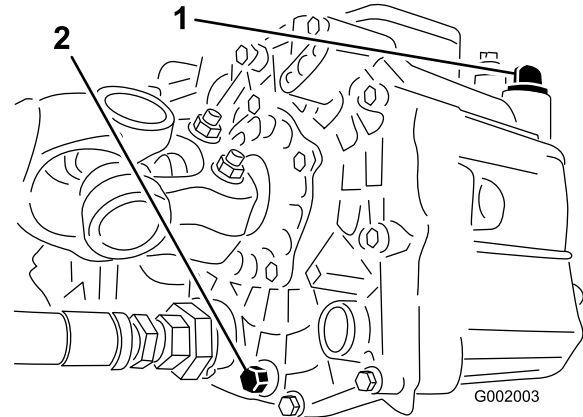

Bild 69
3. Nehmen Sie die Ablassschraube an der Seite des Behälters ab und lassen Sie die Hydraulikflüssigkeit in die Auffangwanne ablaufen (Bild 69).